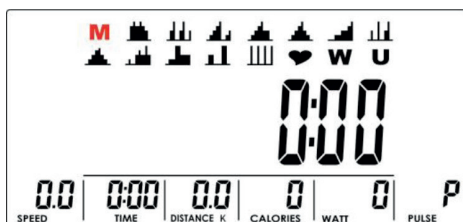

Rysunek 1
1. Podłącz zasilanie, komputer włączy się i wyświetli wszystkie segmenty na wyświetlaczu przez 2 sekundy (Rys. 1).